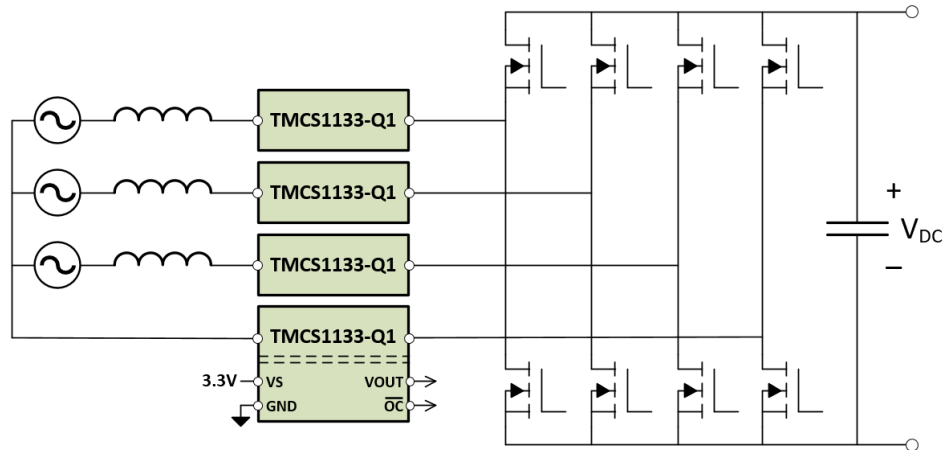

図 9-2. AC/DC コンバータの 電流検出
多くのアプリケーションでは、DC 回路で使用するために、AC 電源から電力を変換する必要があります。通常、電力伝送効率を向上させるために、いくつかの種類の制御された力率補正 (PFC) 段が必要です。最新の PFC 段では、全体のサイズを縮小し、電力伝送効率を向上させるために、より高速で高速なパワースイッチが使用されています。多くの場合、AC/DC コンバータの PFC 段は AC 電源グリッドに直接接続されます。PFC 段で検出する場合の主要な課題は、電流センサが高電圧 (HV) 電力グリッドから生じる大きな電圧スパイクに加えて、電荷伝送中に高速パワースイッチから生じる大きな過渡にさらされることです。TMCS1133-Q1 構造内に固有の絶縁機能があるので、HV 電流センシングノードと低電圧制御回路との間に高いレベルの絶縁を実現し、高い同相過渡耐性 (CMTI) を達成することで、これらの課題を克服できます。図 9-2 に、一般的な AC/DC コンバータ段での TMCS1133-Q1 測定位相電流の使用方法を示します。